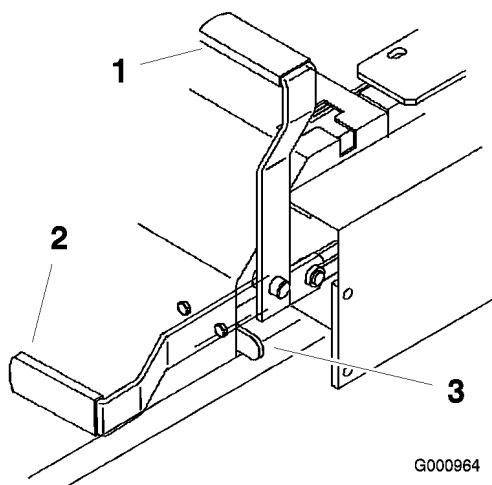

Figura 12
2. Alzate e tirate indietro la leva del freno di stazionamento per inserire il freno di stazionamento (Figura 12). La leva del freno di stazionamento deve restare saldamente in posizione d'inserimento.
Spingete in avanti e abbassate la leva del freno di stazionamento per rilasciare il freno di stazionamento (Figura 12). Il freno di stazionamento è disinserito e la leva poggia contro l'arresto del freno.